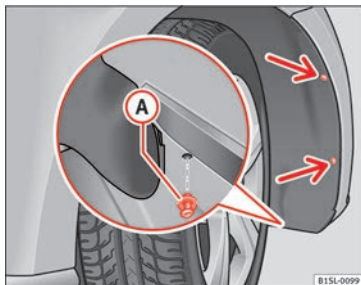
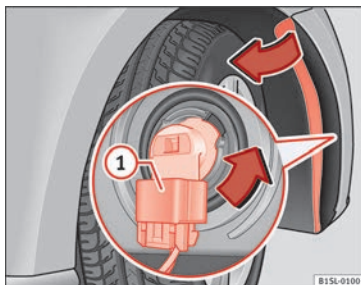

Fig. 147 En el pasarruedas delantero derecho: extraiga los tornillos de fijación (flechas) y retire el remache expansivo **A**.
Fig. 148 Cambio de las lámparas de los faros.
- Desatornille 2 tornillos de fijación del guarnecido del pasarruedas » **fig. 147** (flechas) con el destornillador de las herramientas de a bordo » pág. 184.
- Desbloquee el conector » **fig. 148** ① y retírelo.
- Gire el portalámparas » **fig. 148** en la dirección de la flecha, **en sentido contrario a las agujas del reloj** hasta el tope y extráigalo junto con la lámpara retirándolo hacia atrás.
- Enchufe el conector ① en el portalámparas. El conector debe encastrar de forma audible.
- Coloque el remache expansivo en el guarnecido del pasarruedas y el parachoques y presiónelo hacia dentro completamente » **fig. 147** **A**.
- Atomille fijamente los 2 tornillos de fijación » **fig. 147** (flechas) con un destornillador.